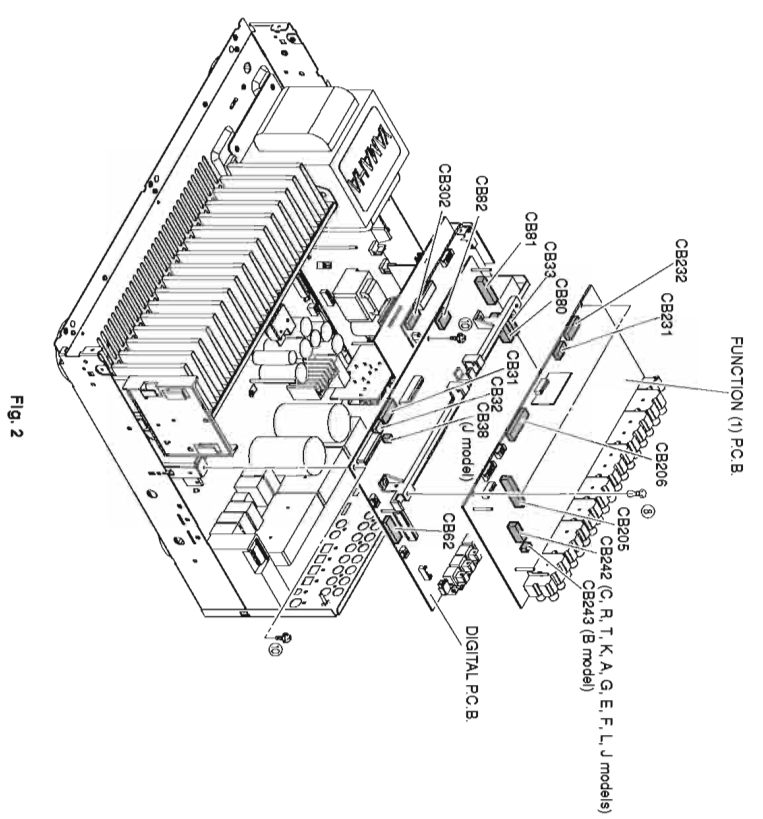

Fig. 2
4. **Removal of FUNCTION (1) P.C.B.**
- a. Remove 2 push rivets (⑨). (Fig. 2)
- c. Remove CB205, CB206, CB231, CB232, CB242 (C, R, T, K, A, G, E, F, L models), CB243 (DSP-AX763: B model) and CB302. (Fig. 2)
- d. Remove the FUNCTION (1) P.C.B.. (Fig. 2)
- a. ⑨のフックをリベット2本を外します。(Fig. 2)
- c. CB205、CB206、CB231、CB232、CB242、CB302を外します。(Fig. 2)
- d. FUNCTION(1)P.C.B.を取り外します。(Fig. 2)
- a. Remove 2 screws (⑪). (Fig. 2)
- c. Remove CB31-33, CB62 and CB80-82. (Fig. 2)
- d. Remove the DIGITAL P.C.B.. (Fig. 2)
- a. ⑪のネジ2本を外します。(Fig. 2)
- c. CB31-33、CB39、CB62、CB80-82を外します。(Fig. 2)
- d. DIGITAL P.C.B.を取り外します。(Fig. 2)